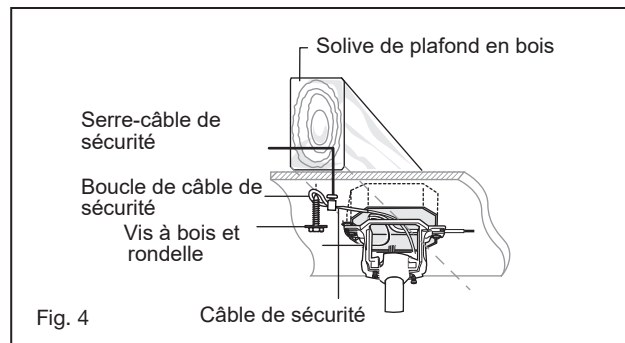

Fig. 4
- 3 Soulevez la boule/la tige de suspension/le ventilateur dans l'ouverture de suspension du support. **REMARQUE** : La languette opposée à l'ouverture du support de suspension doit s'insérer dans la fente de la boule. (Fig.4)